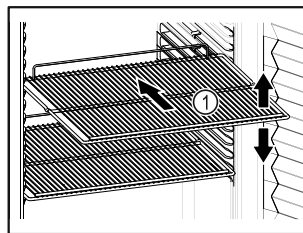

Fig. 65 Représentation à titre d'exemple
- ❑ Lorsque les grilles de support Fig. 65 (1) peuvent être déplacées, changez leur position en fonction de la hauteur des aliments.